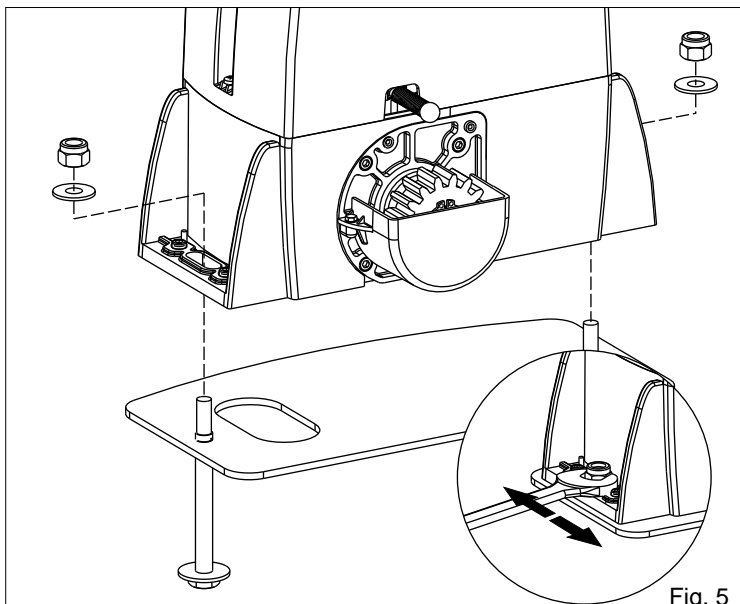

Fig. 5
4.2. Fixer le motoréducteur à la plaquer de fondation avec les 2 écrous en réglant la position latérale (Fig.5) pour le respect des cotes cités dans Fig.2.